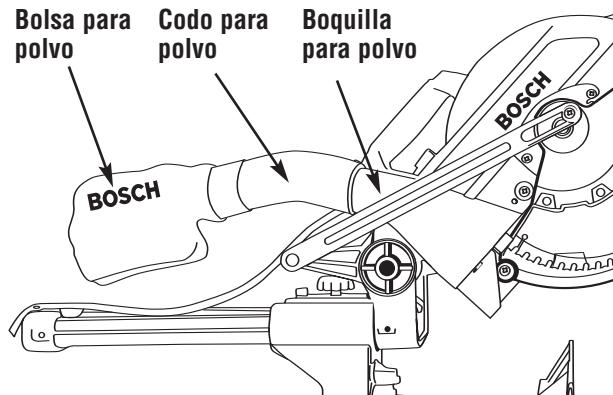

Figura 5. Bolsa y codo para polvo
1. Empuje el codo para polvo sobre la boquilla para polvo. Gire el codo hasta la posición deseada (Figura 5).